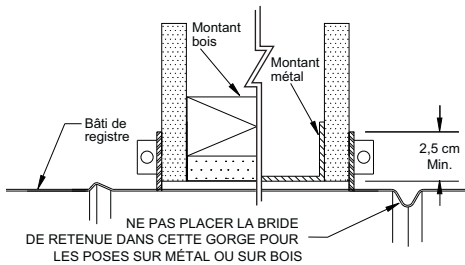

Figure 3 — Ouvertures murales
- Encadrer l'ouverture comme sur la Figure 3, page 2.